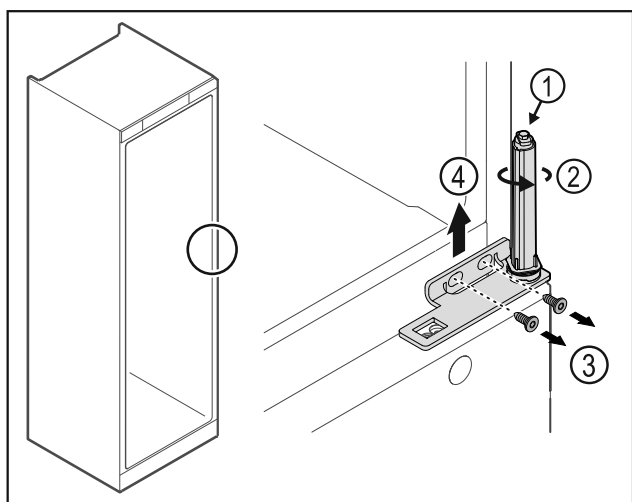

Fig. 27
- ▶ Du må ikke adskille dørlukkesystemet Fig. 27 (1).
- ▶ Drej lukkesystemet Fig. 27 (2), indtil det klikker.
- ▶ Løsn skruerne Fig. 27 (3), og tag hængselvinklen af Fig. 27 (4) op efter.